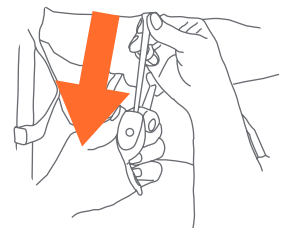
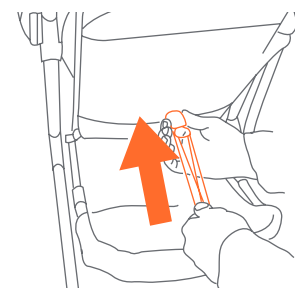

Fig. 9a
Fig. 9b
- 9) • Para reclinar el asiento: suelte la correa por la hebilla y ajústela hasta lograr la posición de inclinación necesaria (Fig. 9a). Para colocar el respaldo en una posición más erguida, empujelo hacia arriba con una mano mientras tira de la correa por la hebilla con la otra (Fig. 9b).